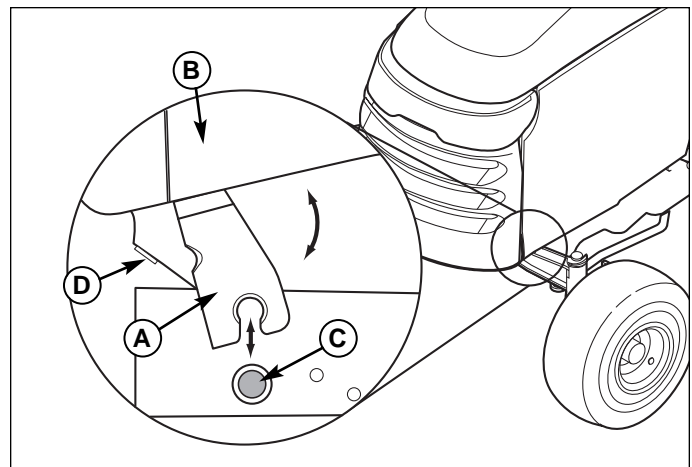

Figure 15. Démontage et remontage du capot
1. Engager les pattes de pivotement (A, Figure 15) sur les broches (C).
2. Basculer le capot vers l'avant jusqu'aux butées (D).
3. Poser une douille avec ampoule (A) en l'enfonçant dans l'optique (B) et en tournant la douille vers la droite. Refaire la même chose de l'autre côté.